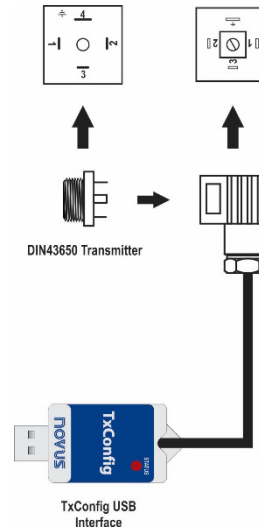
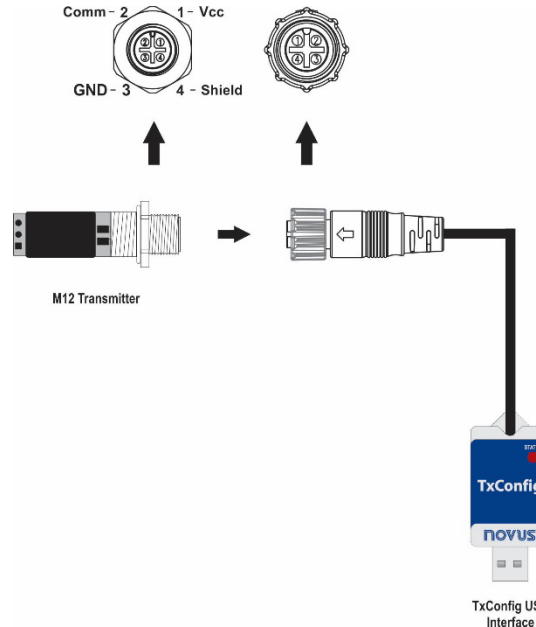

Figure 1
Figure 2
- Brancher sur l'appareil selon les schéma ci-dessous **Figure 1 (DIN43650)** et **Figure 2 (M12)** ;
- Connect the interface to the transmitter as shown in **Figure 1 (DIN43650)** or **Figure 2 (M12)**.